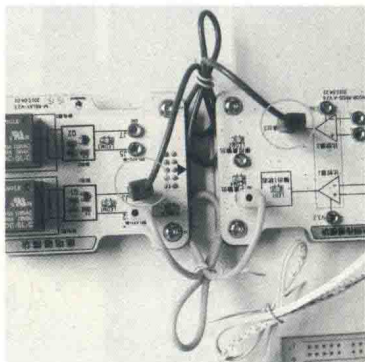

图1-3 温度传感器模块与继电器模块接地
2) 使用一条蓝色连接线将温度传感器模块的GND接口与继电器模块的J3（GND）接口相连接，如图1-3所示。